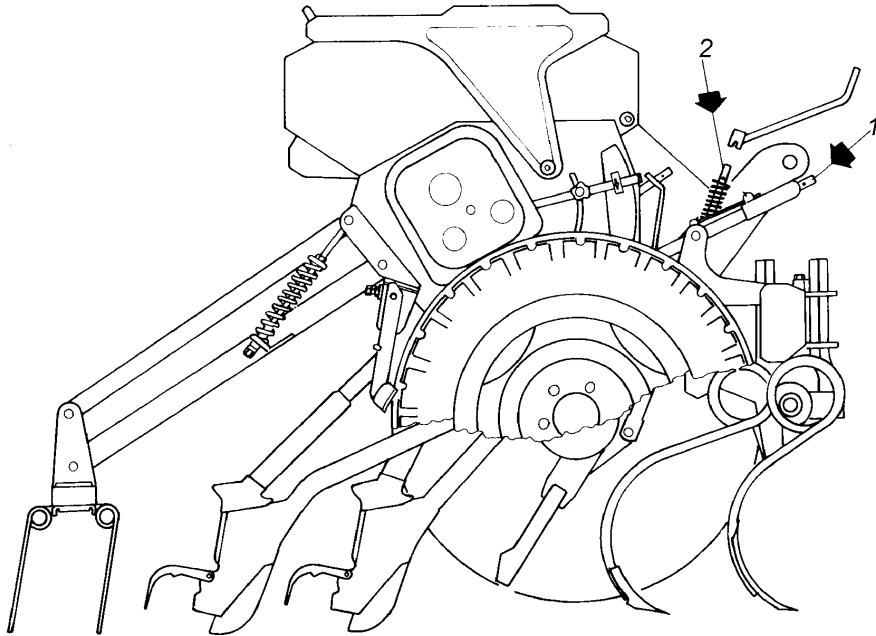

Fig. 15
Il coltivatore si sposta in verticale in forma di parallelogramma, senza variare l'angolo di penetrazione del vomere, mediante un alberino (1)(fig. 15).
La piastra è divisa in due metà in modo da potersi adattare alle irregolarità del terreno. Ogni metà possiede un alberino con molla (2)(fig. 15) per regolare l'altezza e la pressione di lavoro. La molla permette di superare i sassi o ogni altro ostacolo e rende regolare lo spianamento.